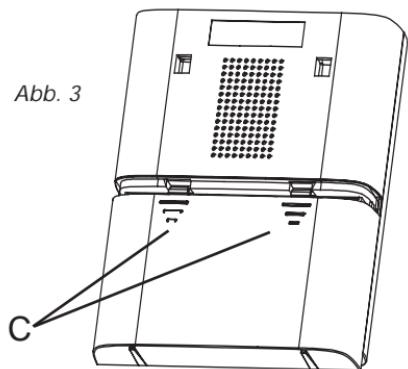

Abb. 3
Zum Entfernen der Batterieabdeckung drücken Sie auf Punkt (C) und schieben Sie die Abdeckung 5 mm zurück. Heben Sie dann die Abdeckung ab. Legen Sie 4 Alkalibatterien LR14 ,C' ein, (nicht im Lieferumfang). Beachten Sie die Polausrichtung (siehe Aufdruck im Batteriefach) (Abb. 3).